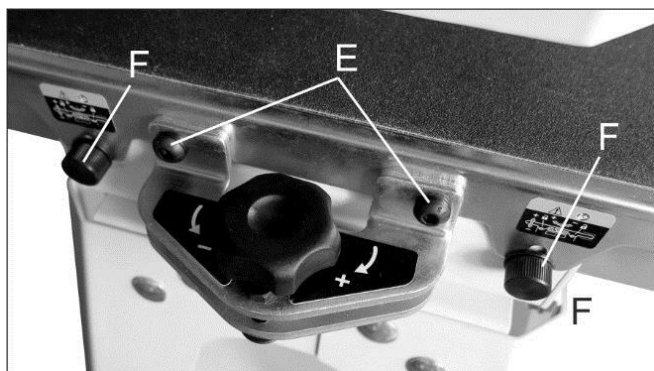

Рис. 10-3
5. Открутите 2 винта, которые крепят транспортер к кронштейнам выравнивания барабана (Е, Рис. 10-3).
6. Ослабьте два фиксатора (F, Рис. 10-3).